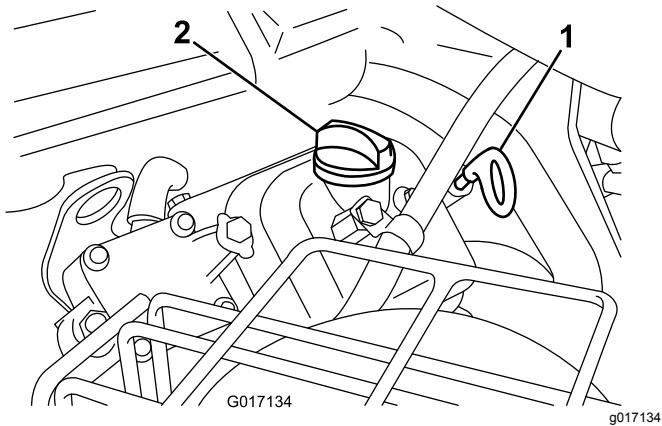

Figura 41
3. Insira a vareta no tubo da vareta e enrosque-a no tubo (Figura 41).